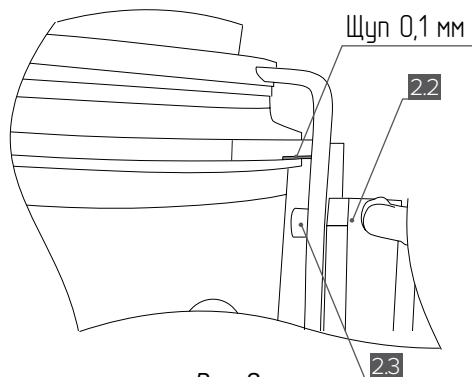

Рис. 8
5. Отрегулируйте зазор между вилкой и фланцем при помощи щупа, установив его на всю плоскость прилегания вилки так, чтобы величина зазора составила 0,1 мм от нижнего края фланца. Зафиксируйте актуатор [2.2] при помощи болтов М4х10 [2.3], как показано на **рис. 8**